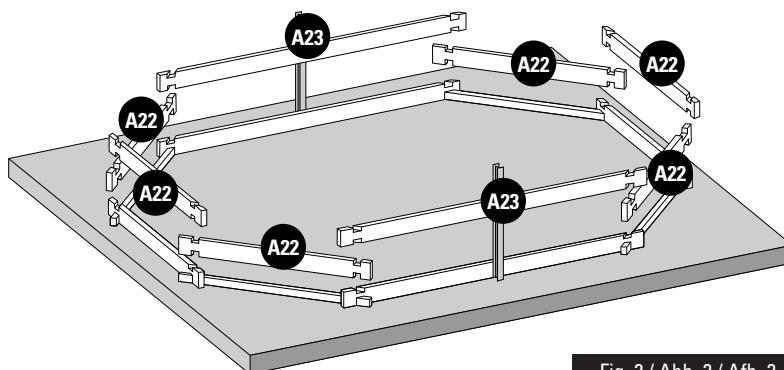

Fig. 2 / Abb. 2 / Afb. 2
- EN** **2nd LAYER OF BOARDS:** • Install the second layer of boards as shown in figure 2. • There is a wooden wedge in the structure packet to correctly assemble the boards. • Never directly hit against the boards. Do not hit them with anything metallic. This would inevitably damage the wood. • Try to correctly assemble the boards right from the start. There should not be any space between each layer of boards to avoid maladjustment of the higher boards.
- FR** **2ÈME RANGÉE DE MADRIERS :** • Positionnez les madriers de la deuxième rangée conformément à la figure 2. • De manière à emboîter correctement les madriers, une cale en bois est à votre disposition dans le colis de structure. • Ne pas taper directement sur les madriers. • Ne pas frapper avec une pièce métallique. Cela détériorerait le madrier irrémédiablement. • Veuillez à emboîter bien à fond les madriers dès le départ. Il ne doit pas y avoir d'espace entre chaque rangée pour éviter un décalage au niveau des madriers supérieurs.
- DE** **2. BRETTERREIHE:** • Platzieren Sie die Bretter der zweiten Reihe laut Abb. 2. • Um die Bretter richtig anbringen zu können, finden Sie einen Holzkeil im Paket des Tragwerks. • Nicht direkt auf die Bretter klopfen. • Nicht mit einem Metallteil darauf klopfen. Es würde das Holz unabänderlich beschädigen. • Versuchen Sie, die Bretter von Anfang an tiefgehend ineinander zu fügen. Zwischen den Reihen darf kein Platz sein, um eine Fehlanpassung der oberen Bretter zu vermeiden.
- NL** **2ª RIJ PLANKEN:** • Plaats de planken van de tweede rij zoals aangegeven op afbeelding 2. • Om de planken correct te assembleren, zit er een houten wig in het pakket van het frame. • Sla niet direct op de planken. • Sla er niet direct op met metaal. Hierdoor raakt het hout onherstelbaar beschadigd. • Zorg ervoor dat de planken vanaf het begin stevig op elkaar aansluiten. Er mag geen ruimte tussen de rijen overblijven, om te voorkomen dat de bovenste houtdelen onregelmatig uitkomen.